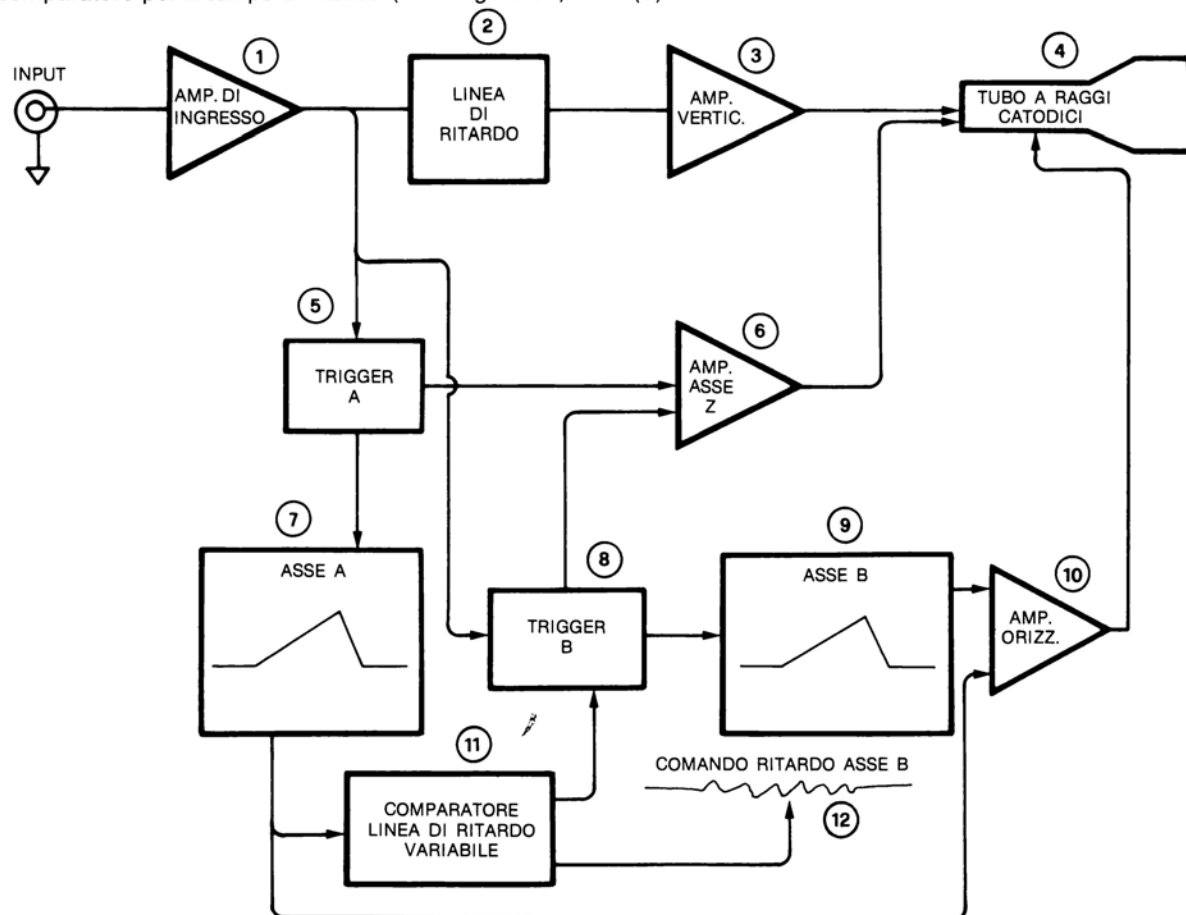

Figura 36
La figura 36, con lo schema a blocchi di un oscilloscopio convenzionale a due Assi tempi A e B (come è appunto il modello recente TEKTRONIX 2215), permette di esaminarne da vicino il funzionamento.
- di un generatore di trigger per l'asse tempi B (o trigger B), (8 in figura 36).
- di un comparatore per il tempo di ritardo (11 in figura 36).
- di un comando a potenziometro (elicoidale di precisione tipo "Helipot"), per il comando del tempo di ritardo (12 in figura 36).
- dei circuiti di comando per lo sgancio (trigger), dell'asse tempi B (8 in figura 36).